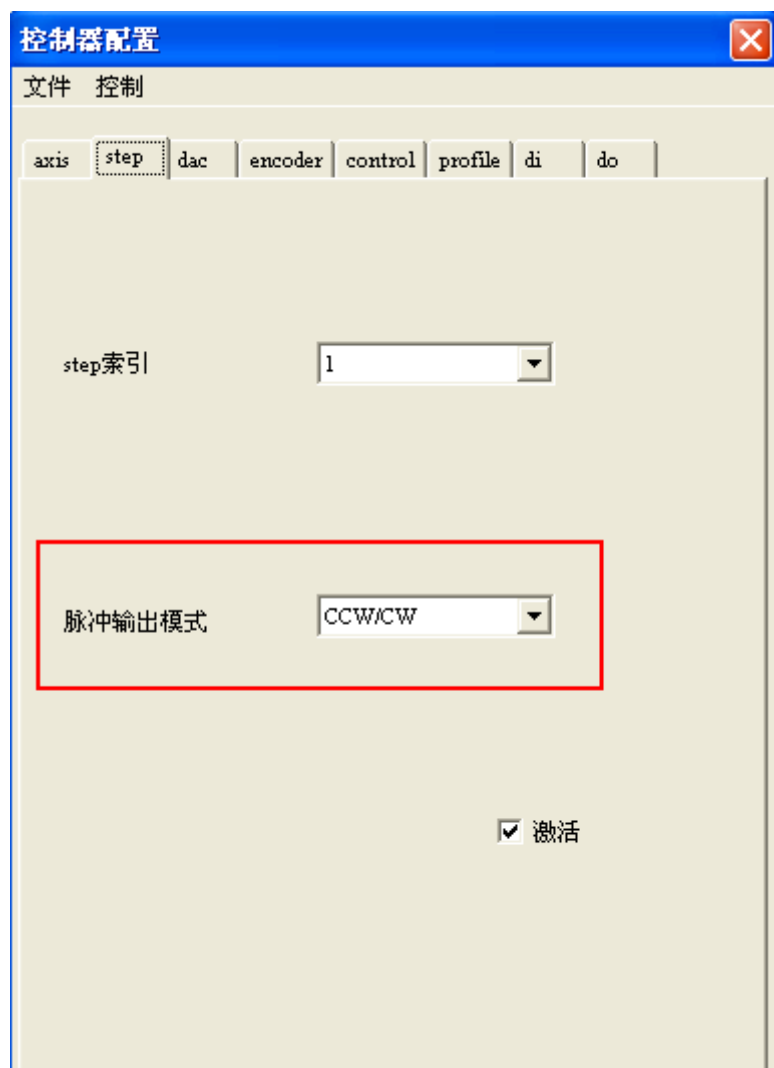

图 4-7 “正负脉冲” 设置
- (4) 若驱动接收的是“正负脉冲”，则需要在“step 索引”下拉框切换脉冲输入模式为“CCW/CW”，如图 4-7 所示：